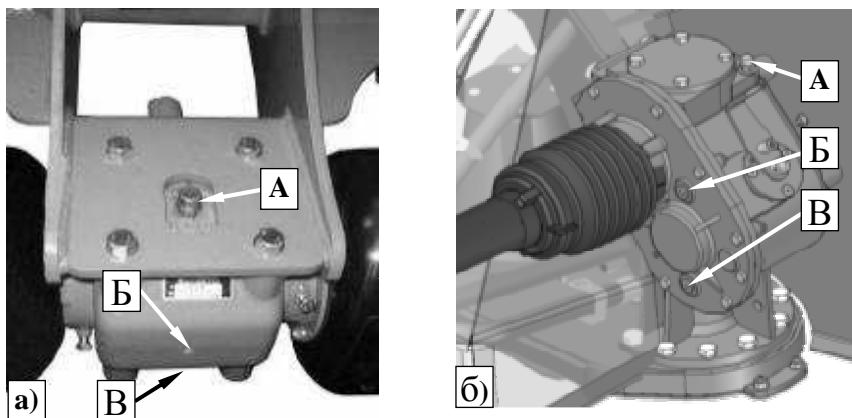

Рис. 48. Количество влияемого масла в угловых передачах
Каждый день перед началом работы следует проверить уровень масла и по мере необходимости пополнить его после выкручивания пробки **A** (Рис. 48а, б) в верхней части передачи. Уровень масла проверяют выкручивая контрольную пробку **B** сбоку передачи. Если масла слишком мало, следует пополнить масло до момента его появления в контрольном отверстии **B**. Количество масла в передачи: ок. 1 литр (Рис. 48а) и ок. 2,5 литра (Рис. 48б). Уровень масла проверяют после установления режущего бруса горизонтально на поверхности. Пробка **B** предназначена для спуска масла.
- Выкрутить заливную пробку **Б** и спускную пробку **A** (**Рис. 48**)